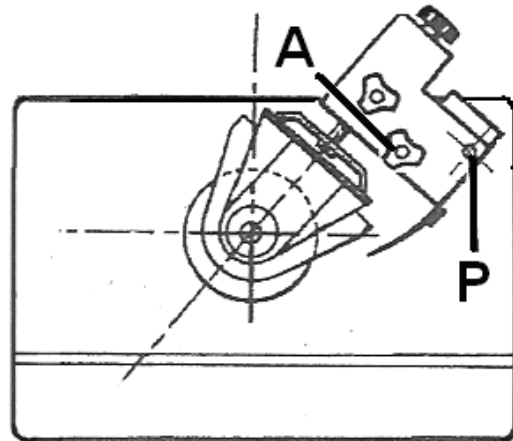

Fig 21
Installieren Sie zuerst den Grundkörper. Im Maschinentisch sind dafür eine M8 Gewindebohrung (A, Fig 21) und eine 8mm Indexierbohrung (P) vorgesehen.